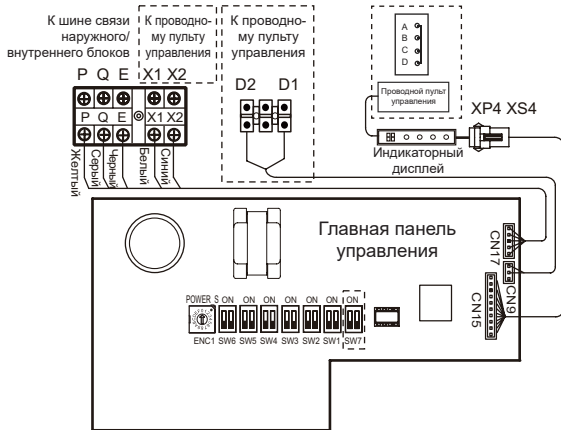

Рисунок 7.10
- Порты X1/ X2, D1/ D2, расположенные по бокам главной платы, управления, и порт однонаправленной связи (расположенный сбоку платы дисплея) предназначены для различных типов проводных пультов управления (см. рисунок 7.10).